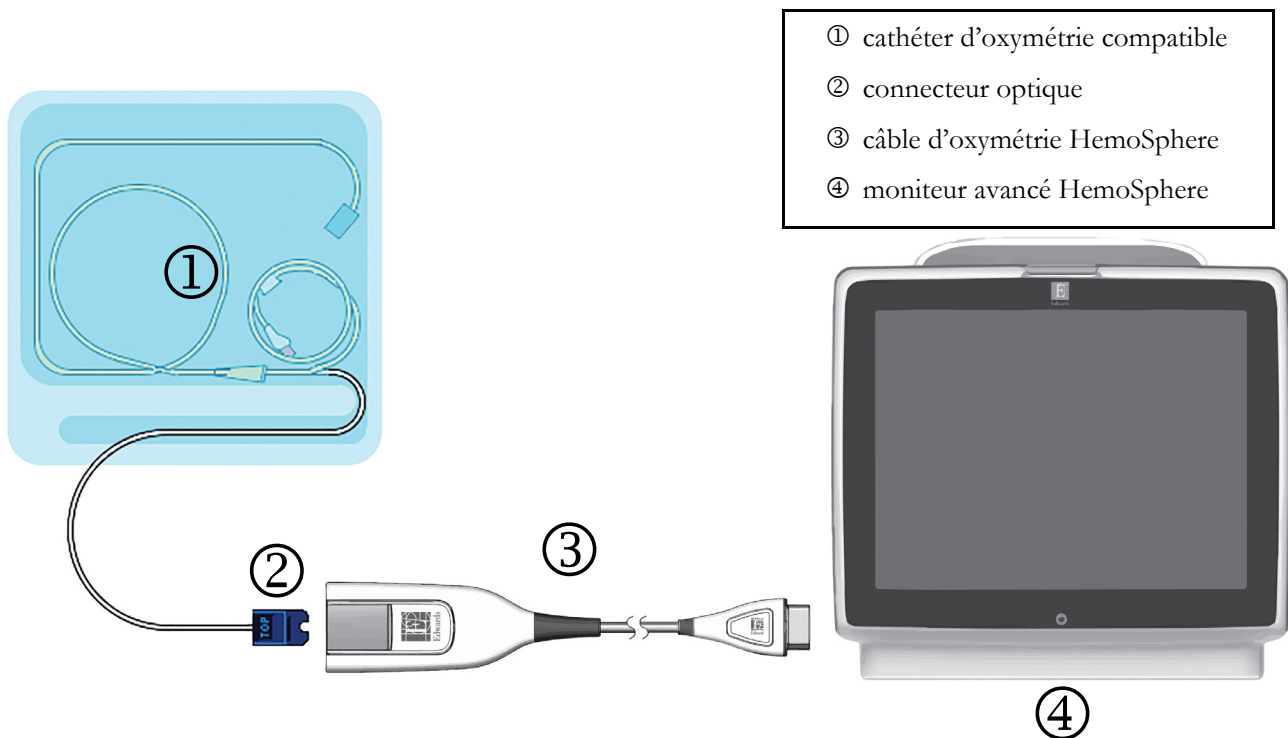

Figure 4-3 Présentation des connexions d'oxymétrie
- 1 Connecter le câble d'oxymétrie HemoSphere au côté gauche du moniteur avancé HemoSphere. Voir figure 4-3.